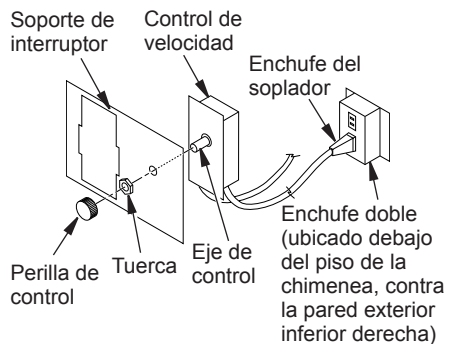

**Figura 26 - Soplador modelo BK**
1. Conecte el cable de alimentación al motor del soplador, introduciendo con cuidado las dos terminales hembra del extremo del cable de alimentación en las dos terminales de pala del motor del soplador (consulte la figura 26).
2. Conecte el alambre a tierra color verde del cable de alimentación a la cubierta del soplador, use el tornillo incluido (consulte la figura 26). Apriete bien los tornillos.
3. Ponga el soplador contra la parte inferior de la pared posterior de la cornamusa exterior de la chimenea, con el puerto de salida dirigido hacia arriba. El soplador debe caber dentro de la abertura posterior y se debe mantener contra la pared mediante los imanes (consulte la figura 26).